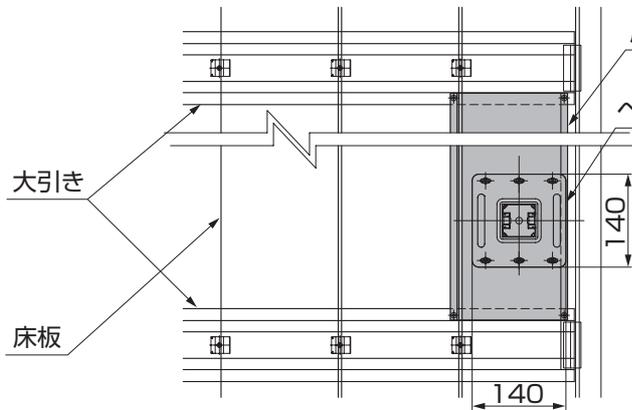
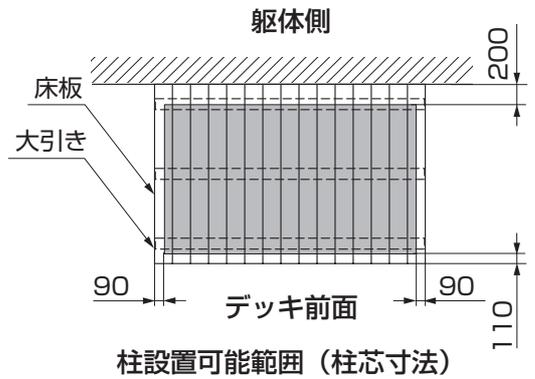
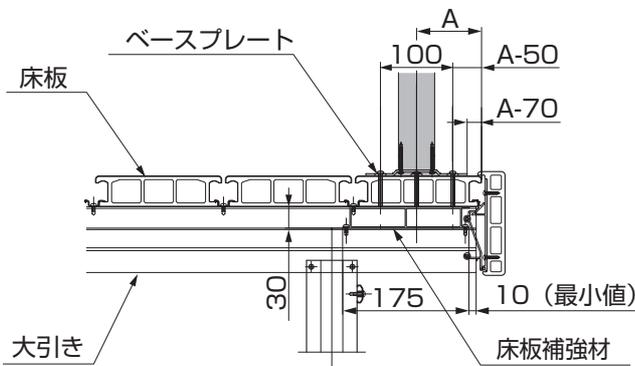
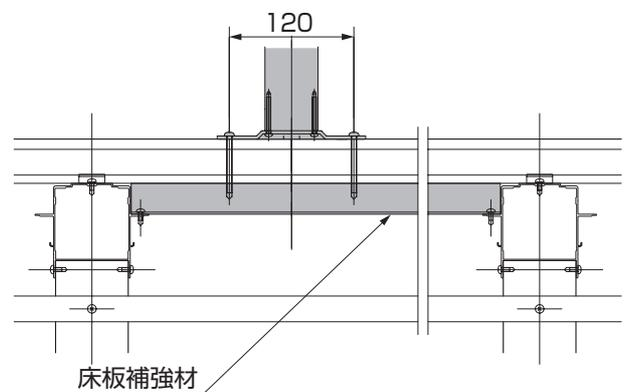

図3-19
図3-20
図3-21
図3-22
- デッキに図3-19、図3-20、図3-21、図3-22を参照して取付けてください。
- 図3-21のA寸法値の最小値は90mmです。
- 図3-21のA寸法の最大値は、フェンス固定アングルに手が届く約400mmの範囲内で自由に設定することができます。
②ネジ位置をマーキングしてください。
③マーキングした床板にφ5.5の下孔をあけてください。(※1)
④ベースプレートを【3-2】で、床板の下の床板補強材まで取付けてください。